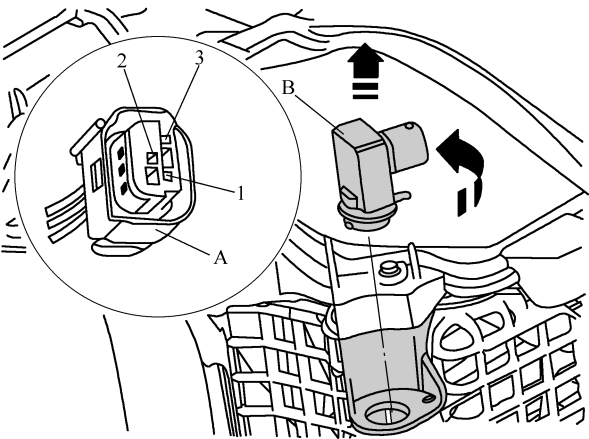

图 8-3-6 拆卸空气质量传感器 G238
(1) 拆下排水槽盖板。
(2) 如图 8-3-6 所示,将空气质量传感器 G238 旋转 90°,然后将传感器 B 向上从固定架中拔出,将插接器 A 从空气质量传感器 G238 上拔出。